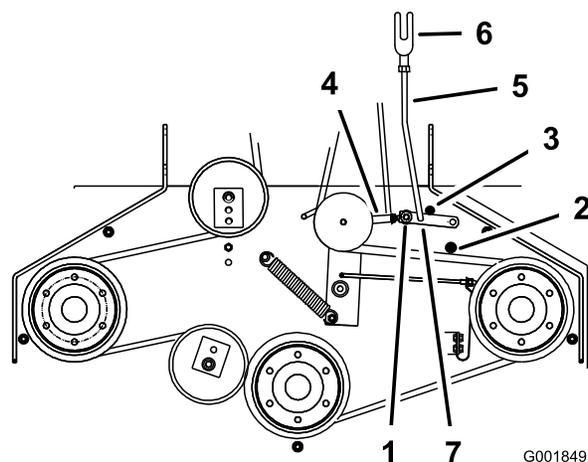

Figure 12
5. Vérifiez que le bras d'assistance est en appui contre la butée arrière sur le plateau (Figure 12).
7. Le bras d'assistance doit toucher la buté avant sur le plateau. Si ce n'est pas le cas, réglez le levier coudé pour le rapprocher du gousset (Figure 12).
8. Pour régler la biellette du bras d'assistance, retirez la goupille fendue du bras d'assistance (Figure 12).
11. Reposez la biellette dans le bras d'assistance et fixez-la en place avec la goupille fendue (Figure 12).